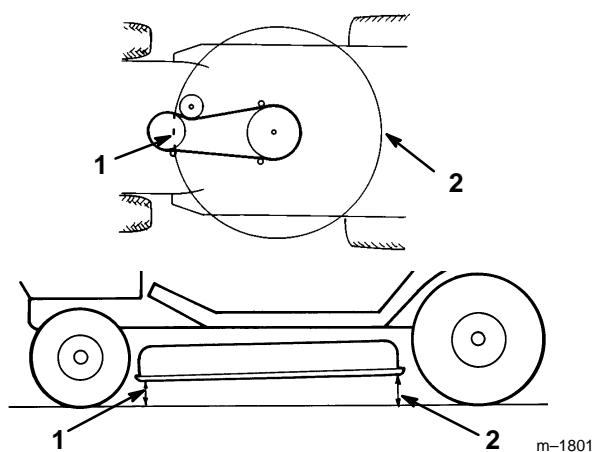

Figure 48
5. Contrôler l'inclinaison avant/arrière en mesurant la hauteur de la base du plateau (au centre avant et au centre arrière) par rapport au sol plat (Fig. 48). Si l'avant de la tondeuse est plus de 16 mm (5/8") plus bas que l'arrière, un réglage est nécessaire, voir points 6 à 10.